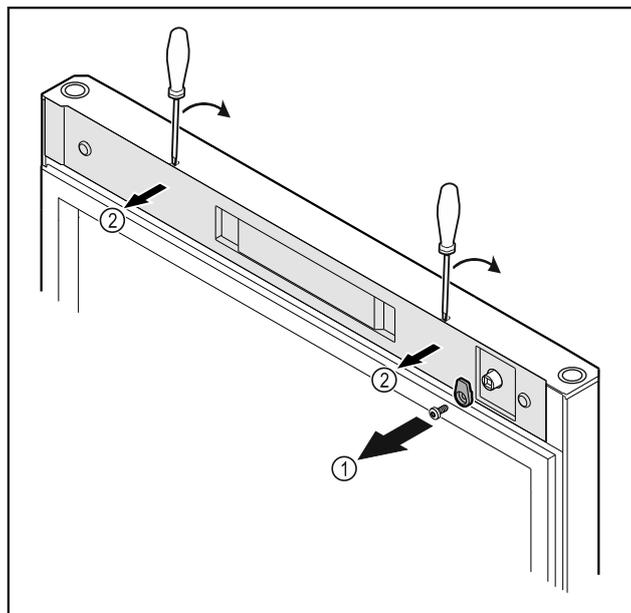

Fig. 18
- ▶ Desatornille el gancho de cierre Fig. 18 (1).
- ▶ Desencaje la cubierta Fig. 18 (2) con un destornillador pequeño y retírela.